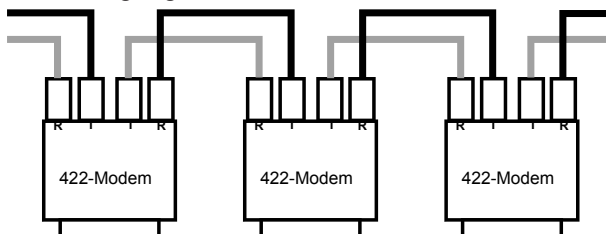

Bild 5 LWL-Verbindung
- Verbinden Sie mit dem konfektionierten LWL-Kabel die optischen Schnittstellen der Geräte nach dem Anschlußschema in Bild 5.